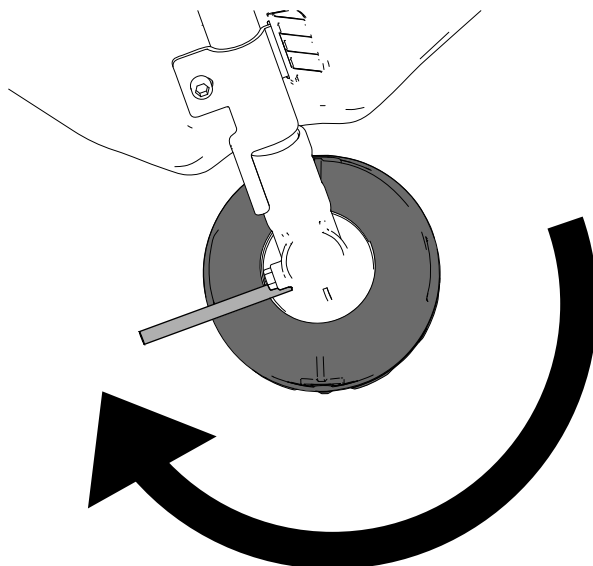

Figura 17
4. Con l'asta di metallo che fissa la testa del decespugliatore, ruotate la testa del decespugliatore in senso orario per rimuoverla dal perno della scatola degli ingranaggi filettato (Figura 17).
4. Rimuovete il tappo dalla scatola ingranaggi (Figura 17).